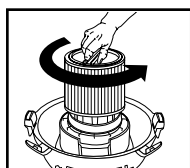

FIGURA 15
22. Para retirar el filtro para su limpieza, sostenga de nuevo la tapa del depósito y gire el retenedor del filtro en sentido contrario a las agujas del reloj para soltarlo y retirarlo. **FIGURA 15.**